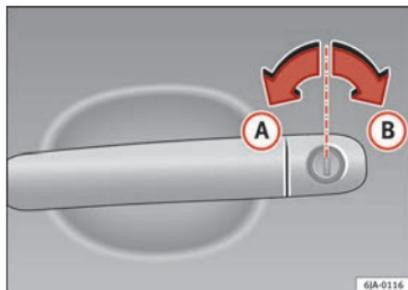

Fig. 120 Positions de la clé pendant le verrouillage et le déverrouillage du véhicule.
- Tournez la clé dans le barillet, côté conducteur, dans le sens de la marche jusqu'à sa position d'ouverture **(A)** » **fig. 120**.
- Tournez la clé dans le barillet, côté conducteur, dans le sens contraire de la marche jusqu'à sa position de fermeture **(B)** » **fig. 120**.